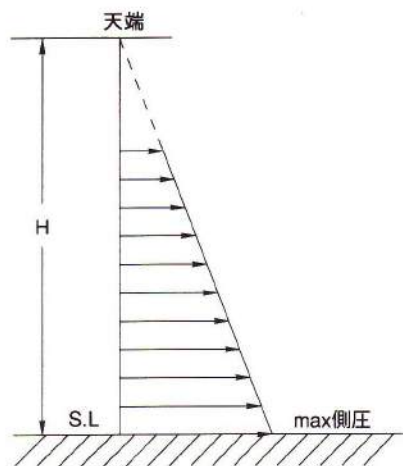
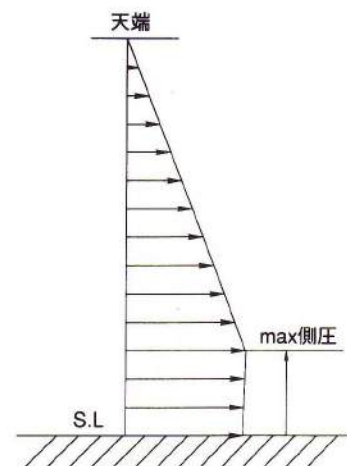

図8 (打設時の側圧)
図9 (打設完了後の側圧)
- イ) コンクリートを型枠内に打設すると図8のように一番下側に最大側圧が発生し、コンクリートが天瑞に近づき完了すると時間の経過と共に図9のような、 $S.L.$ から少し上側に最大側圧は移動します。そこで、セパレータの割り付け組立には $S.L.$ から3~4段目(一番側圧のかかる所)までピッチを細かくし、側圧に耐えられる様、繊細な組立配慮が肝要であります。
- ロ) 壁厚の寸法が小さく、 $S.L.$ から天瑞までの高さ $H$ (図8)が高くなればなる程、又打設コンクリートの速度が早ければ早い程、液体圧に近くなり、側圧は異常に大きく成ります。そしてスランプ、硬化進捗度、外気温等複雑な要素に影響されるので、打設に当たっては十分な注意が必要と成ります。